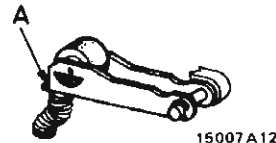

Fig. 6
B. Controle van de drukrolkracht (Fig. 6)